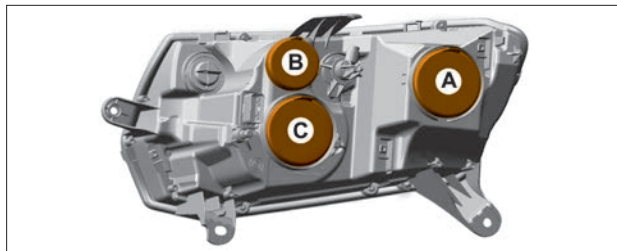

Рис. 6.13.1. Крышки в передней фаре
**Лампы ближнего света в передних фарах.** Для замены ламп ближнего света проделайте следующие действия (рис. 6.13.1 и 6.13.2):